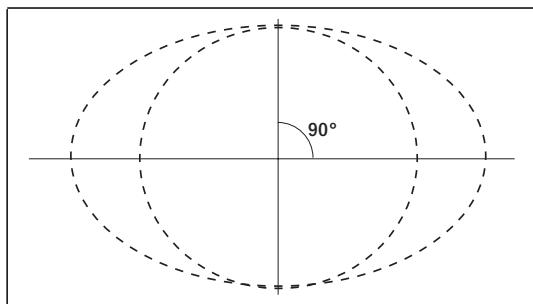

Fig. 2
**(Fig.2)** Marcare sulla parte non finita del pezzo gli assi a 90° del cerchio da eseguire.
(Fig.2) Marcare sulla parte non finita del pezzo gli assi a 90° dell'ellisse da eseguire e determinare le dimensioni dell'ellisse.